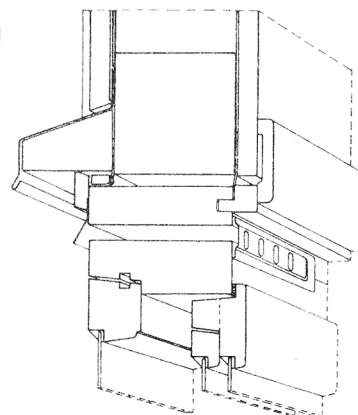

Fig. 23.
- 23 Vinduet settes inn i veggen på vanlig måte, se fig. 23. Ventilristen skrues fast.